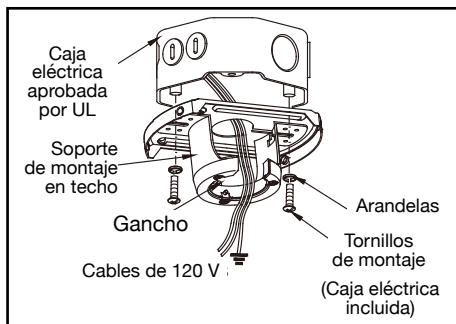

Figura 7
1. Pasa los cables de suministro de 120 V a través del orificio central de la placa de montaje del techo, como se muestra en la Figura 7.
2. Instala el soporte de montaje de techo sobre la caja eléctrica, con los tornillos de montaje incluidos. Fíjate que el lado plano de la placa de montaje esté orientado hacia la caja eléctrica. (Figura 7)